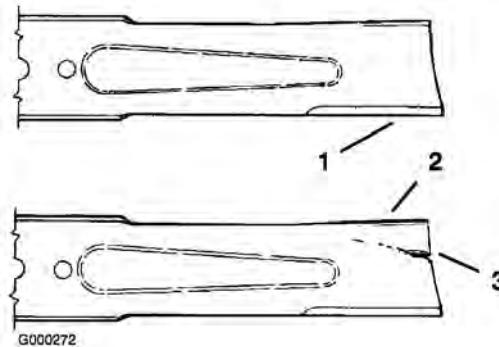

Figure 69
- Examinez le tranchant des lames (Figure 69). Si les lames ne sont pas tranchantes ou si elles présentent des indentations, déposez-les et aiguissez-les (voir Aiguiseage des lames).
- Inspectez les lames, surtout la partie incurvée (Figure 69).
Remplacez immédiatement toute lame endommagée, usée ou qui présente une entaille (Figure 69).